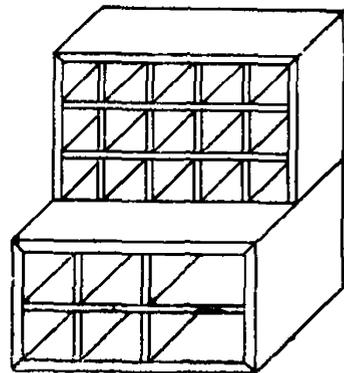

Рис. 11. Стеллаж для хранения деталей и протирачного материала
3. Стеллаж для хранения деталей и протирочного материала (рис. 11). Каркас стеллажа стальной, сварной конструкции. Полка и перегородки деревянные.